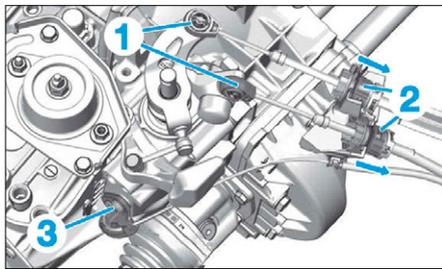

FIG. 6
- Désaccoupler les rotules (1) (Fig.6).
- Pousser dans le sens de la flèche et tourner dans le sens horaire pour déverrouiller les attaches de maintien des câbles (2).
- La vis de fixation (3) du câble de marche arrière et le dégager,